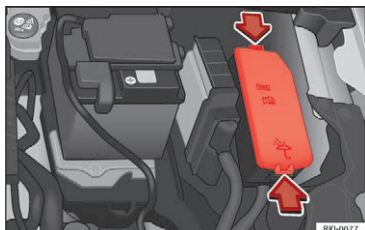

Fig. 70 I motorrummet: afdækning på sikringsboks
- Tryk på låsetapperne for at frigøre afdækningen til sikringsboksen » Fig. 70.